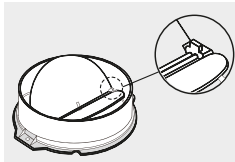

Figura 3
- Si la campana va a ser utilizada en modo extractor, instale las dos solapas anti retorno en la salida de aire de la campana para evitar que insectos o cuerpos extraños ingresen al sistema funcional de la campana. (Ver Figura 3).